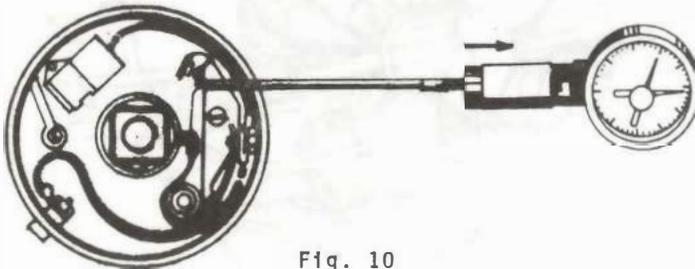

Fig. 10
- b. Compruebe la presión del resorte del platino móvil con el dinamómetro (Fig. 10).